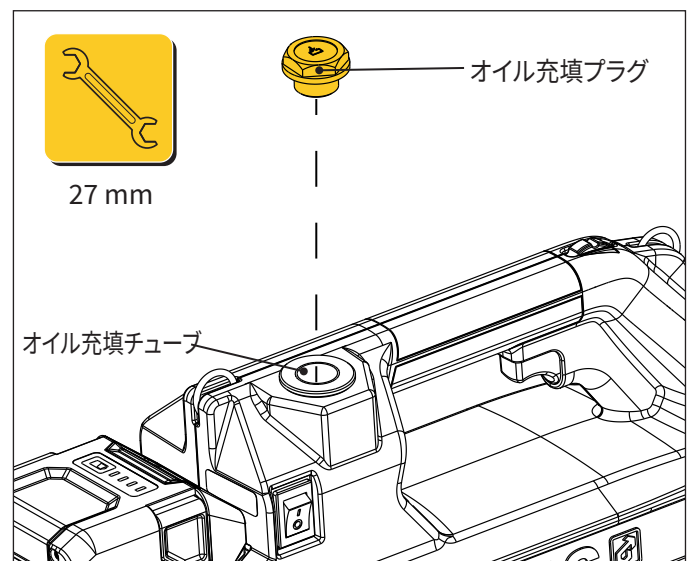

図13: オイル充填位置
5. 充填口からオイル充填プラグを取り外します。27 mmレンチを使用します。図13を参照してください。